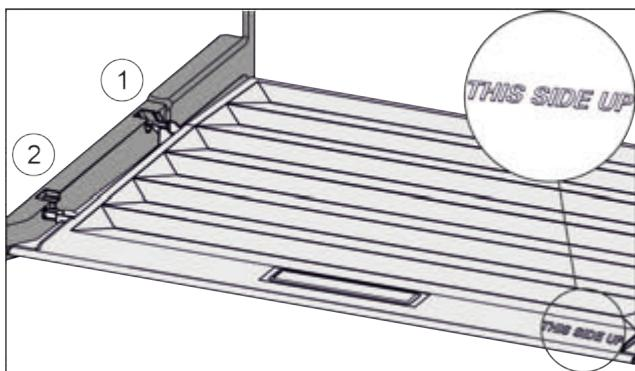

Fig. 91
- Вставити поперечні ребра через отвір заднього тримача Fig. 91 (1) і зафіксувати спереду у тримачі Fig. 91 (2).